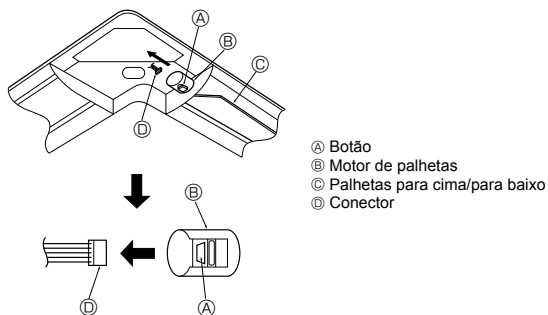

Fig. 9-11
9.7. Bloqueio da direcção do fluxo de ar para cima/para baixo (Fig. 9-11)